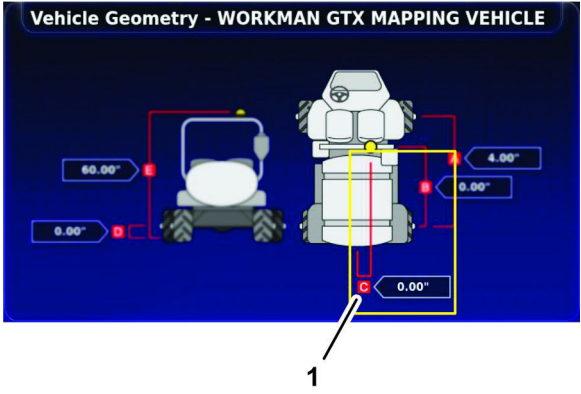

图 182
3. 测量机器中心线与卫星接收器中心之间的距离图 182 并将测量结果记录在几何形状表中。